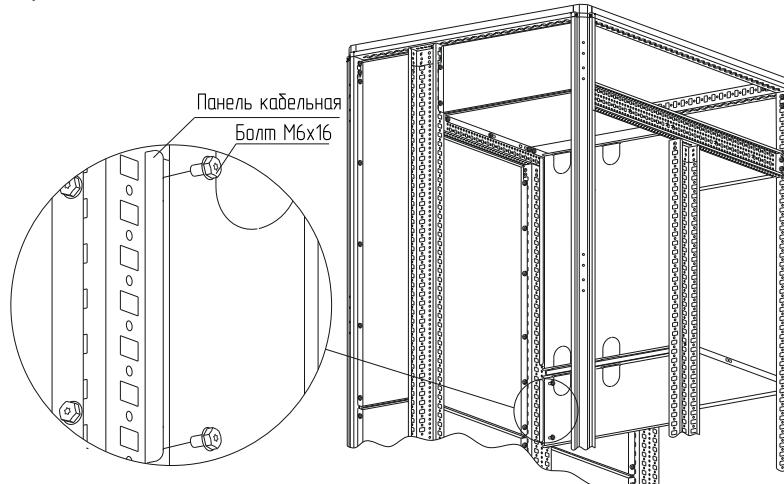

Рисунок 64
– вариант 2. Винтами M6×16. Установите панель кабельную на нужной высоте (рисунок 64) и закрепите к стойкам болтами M6×16. Момент затяжки – 7 Н·м. Болты в комплект не входят.